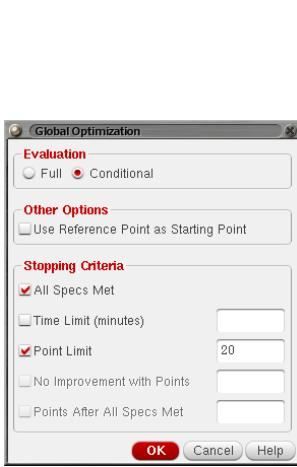

図 89: Global Optimization ウィンドウ
1. ADE GXL ウィンドウのメニューから Run > Global Optimization ... と実行して Global Optimization ウィンドウを起動する。Evaluation に Conditional が選択され、All Specs Met にチェックが入っていることを確認する。さらに今回はシミュレーション時間の短縮のためシミュレーションを行う回数を制限する。Point Limit にチェックを入れ、回数を 20 と入力する。本来はなるべく良い Reference Point を見つけるため、時間の許す限り多くの回数の探索を行うべきである。図 89 に示す設定となったら OK をクリックすると Global Optimization が実行される。